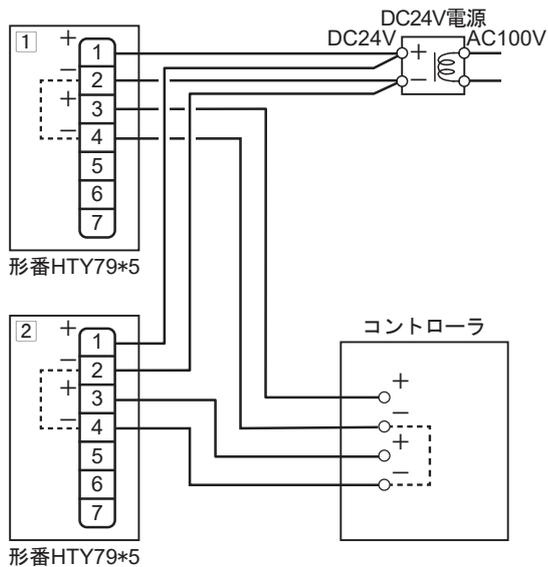

図15
●ただし①1 (+) - ②1 (+)、①2 (-) - ②2 (-)を『図15』に示すとおり配線してください。
(注記) DC電源については、新規に設置する場合と同様です (図15)。